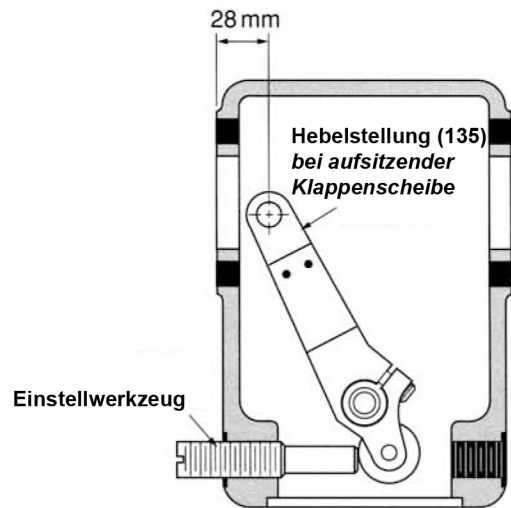

Abbildung 6
**HINWEIS:** Den Ventilhebel (135) vorsichtig auf die Keilverzahnung aufschieben, damit sein freies Ende (je nach Wellenendenverzahnung) möglichst nahe an der Getriebegehäusewand liegt (Abb. 6, Abstand ca. 28 mm). Die Stellung des Kegels (3) darf sich während dieses Prozesses nicht ändern.
### 7.3 Stellantrieb einstellen (Abbildung 6, 7, 8)
Da Sitzring und Kegel aus weichen Materialien bestehen, muss der Ventilhebel (135) so eingestellt werden, dass das Ventil genügend abdichtet. Dies kann mit dem Handrad oder dem Einstellwerkzeug (Bild 6) geschehen.